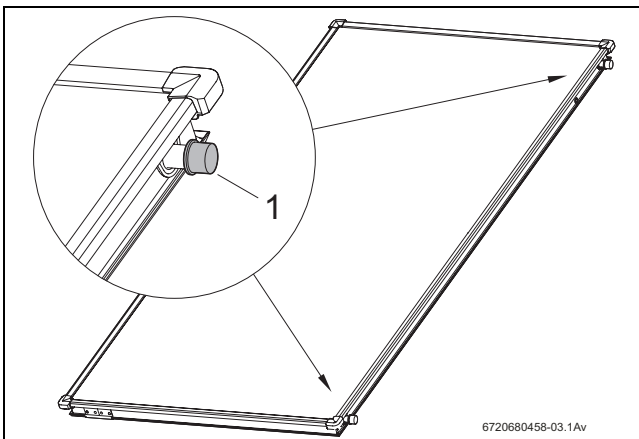

Fig. 4 Capace de plastic pe racordurile de panou
- ▶ Scoateți capacele de plastic (Fig. 4, [1]) imediat înainte de montaj.